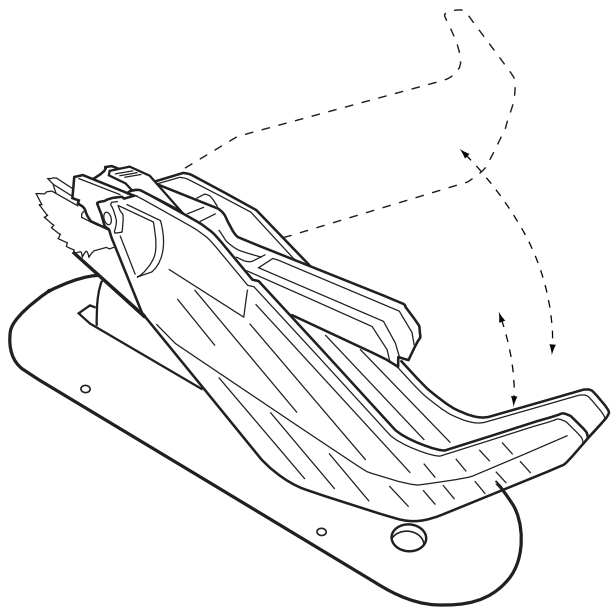

FIGURA 19
1. Consulte la Figura 19 y, levantando la guarda desde el frente, eleve el escudo protector hasta llegar a la posición de bloqueo que se indica con un chasquido. Pueden elevarse uno o ambos escudos protectores.